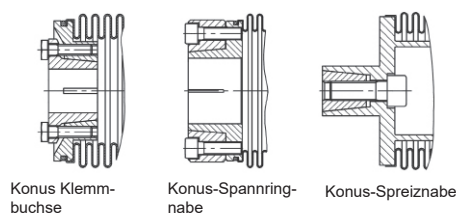

Bild 4 / Picture 4
b.) Konus-Spannringnabe: (Bild 4)